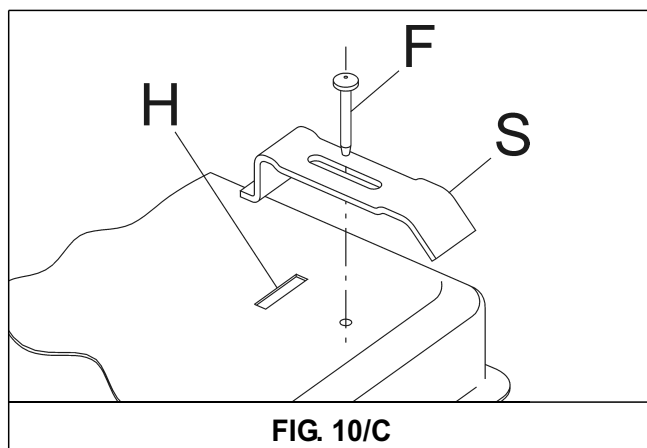

FIG. 10/C
- Fixe-o através das respectivas a braçadeiras "S", tendo o cuidado de introduzir a parte saliente na abertura "H", localizada no fundo, e aparafusando o parafuso "F" até bloquear an braçadeira "S" no tampo (ver fig. 10).